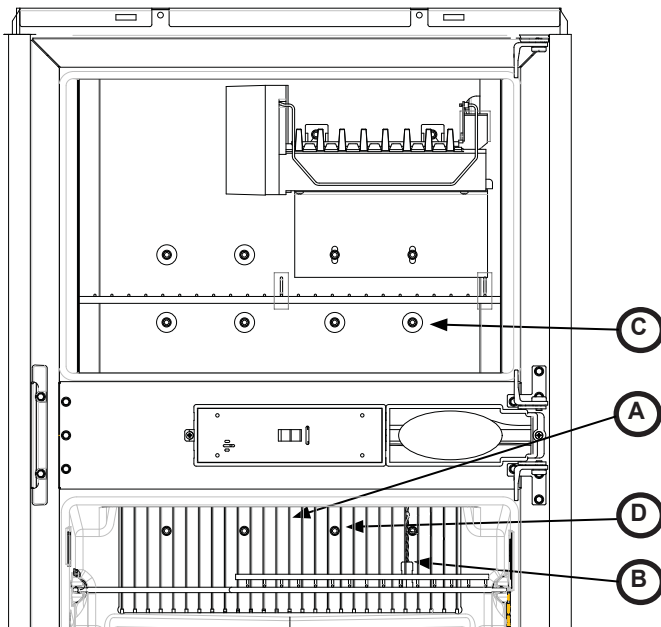

Fig. 2: Placa de evaporación / aletas
2. Desde el interior del congelador, saque los tornillos y las arandelas (8x) (fig. 2, C) que sujetan el sistema refrigerante a la parte posterior del congelador. Póngalos aparte.
3. Desde el interior del compartimiento de alimentos frescos, saque los tornillos (4x) (fig. 2, D) que sujetan las aletas al sistema refrigerante. Tire de las aletas hacia usted y hacia arriba y extráigalas. Marque la parte superior de las aletas para luego poder volver a instalarlas correctamente. Ponga las aletas aparte.